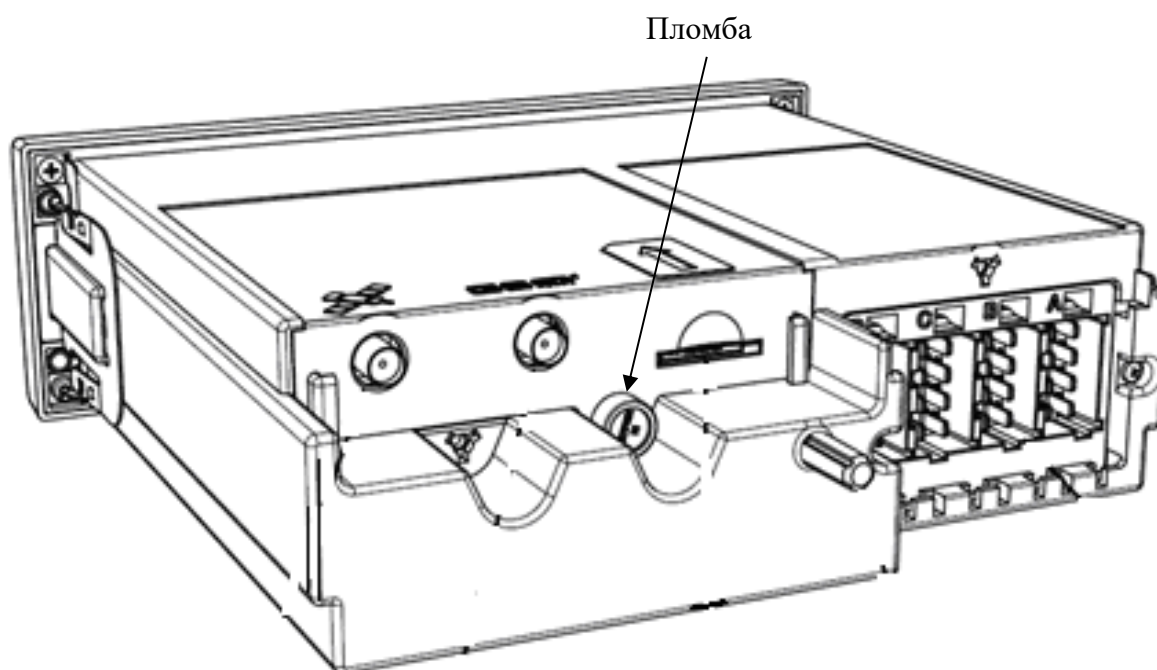

Рисунок 36 – Пломба отсека блока СКЗИ SM100.42.00.00.14
2. Снять пломбу с задней панели тахографа и выкрутить винт, удерживающий крышку отсека блока СКЗИ тахографа (Рисунок 36).